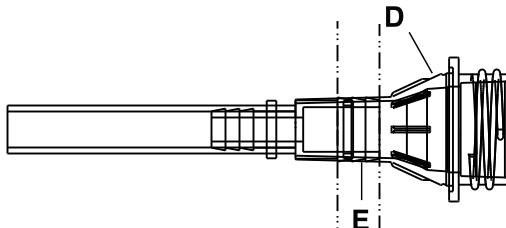

**Figura 6-5: raccordo dell'attacco di riduzione**
5. Usando le pinze tagliafili, tagliare con cautela la fascetta fermacavi (C) più vicina al lato piedi della fodera del materasso che fissa il tubo LAL e il raccordo dell'attacco di riduzione (A) al corpo della valvola (B) (Figura 6-5 a pagina 6-20).